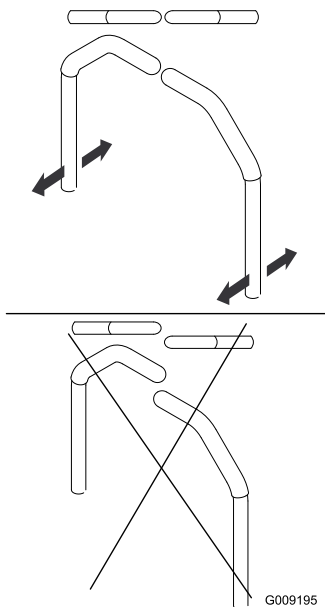

Bild 58
4. Fluchten Sie die Hebel in Längsrichtung aus. Bringen Sie die Hebel zuerst in der NEUTRAL-Stellung zusammen und schieben Sie die Hebel dann so lange, bis sie ausgefluchtet sind. Ziehen Sie dann die Schrauben an (Bild 58).